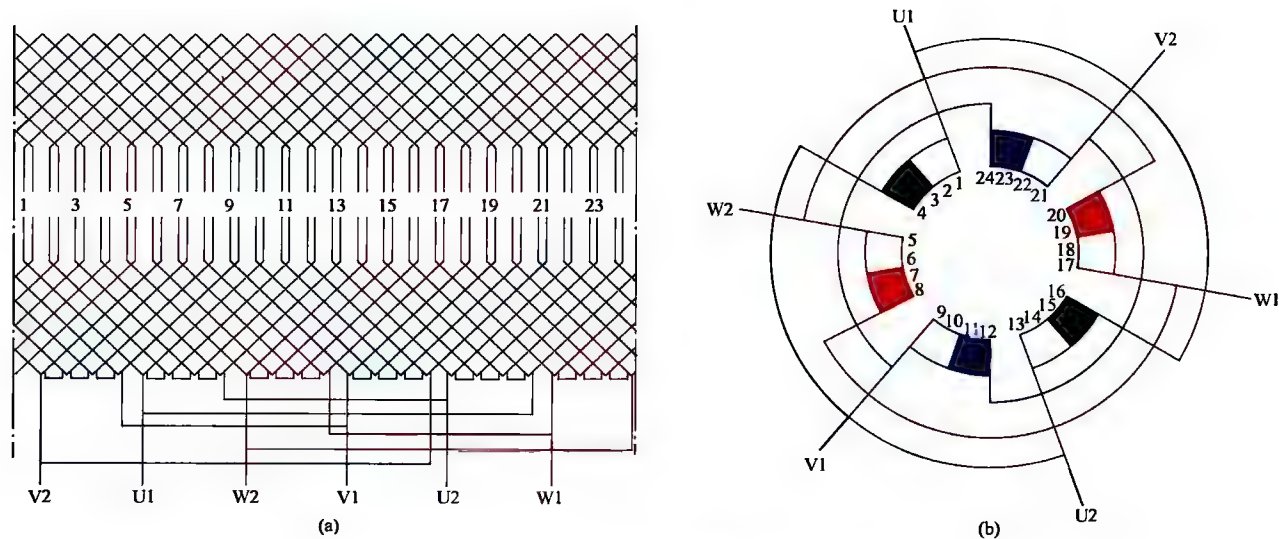

图 1-8 三相 2 极 24 槽双层叠绕组 2 路接法
8. 三相 2 极 24 槽双层叠绕组 2 路接法展开图与接线圆图 (见图 1-8)